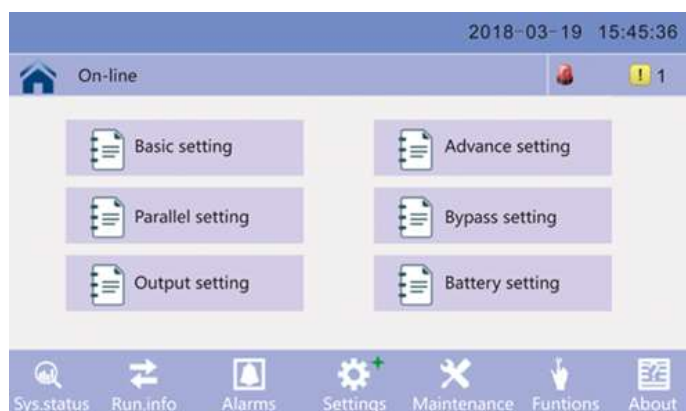

Fig. 5-8 Menú ajustes
- La configuración se debe realizar desde el menú del SAI (Fig. 5-8)